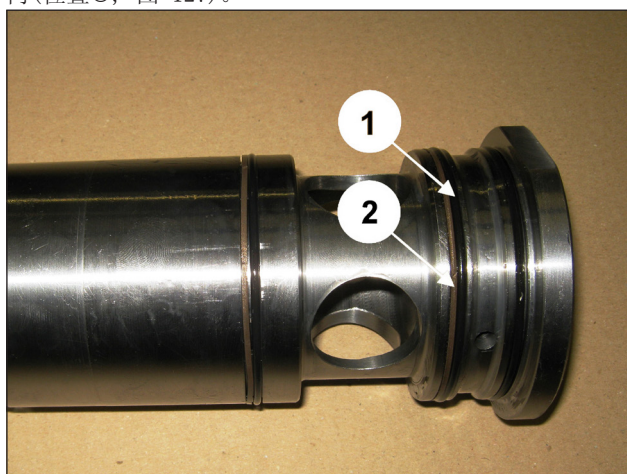

图 127
把O形圈（位置①，图 127）及相应的防挤压环安装在缸套内（位置②，图 127）。